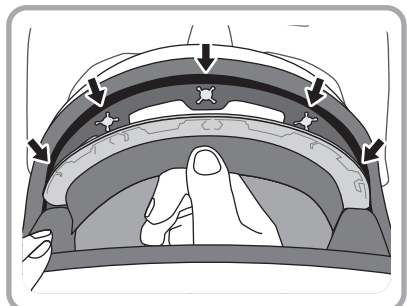

Fig. 1
1. Sganciare gli automatici nell'area della fronte dal casco tirando verso il basso. (Fig. 1)